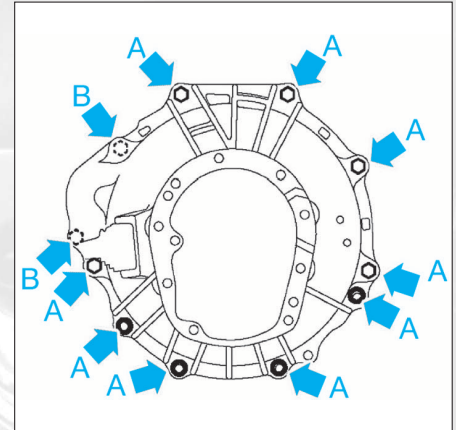

FIG. 4
- Boîte de vitesses sur moteur (fig. 4) :
- vis (A) : 7,2.
- vis (B) : 6,8.
- serrer les vis (A) de la boîte de vitesses à 7,2 daN.m et les vis (B) à 6,8 daN.m (fig. 4).
- Déposer les vis de fixation de la boîte de vitesses sur le moteur et la sortir (fig. 4).